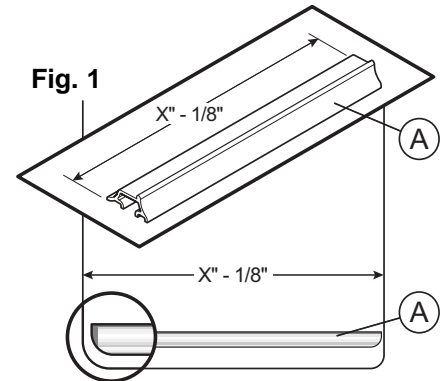

Fig. 1
**N.B.: Work on a stable and flat surface to prevent warping the aluminum sill (A).**
- Measure the total length of the shower sill (Fig. 1) and cut the aluminum sill (A) to that length less 1/8" (3 mm).
- By moving the file from the bottom to the top (Fig. 1.2), round off the ends of the aluminum sill until it lies completely flat on the shower sill (Fig. 1).
**N.B.: Travaillez sur une surface stable et plane pour ne pas courber le seuil d'aluminium (A).**
- Mesurez la largeur complète du seuil de la douche (Fig.1). Coupez le seuil d'aluminium (A) à cette dimension "X" moins 1/8" (3 mm).
- Arrondissez les extrémités du seuil d'aluminium, en limant du dessous vers le dessus (Fig. 1.2), jusqu'à ce que le seuil d'aluminium repose bien à plat sur toute la longueur du seuil de la cabine de douche (Fig. 1).
**PD.: Trabaje sobre una superficie plana y estable para prevenir una deformación del dintel de aluminio (A).**
- Mida el largo total del dintel de la ducha (Fig. 1) y corte el dintel de aluminio (A) a ese largo menos 1/8" (3mm).
- Lime los extremos del dintel de aluminio de abajo hacia arriba (Fig. 1.2) hasta que quede perfectamente plano y fijo sobre el dintel de la ducha (Fig. 1).